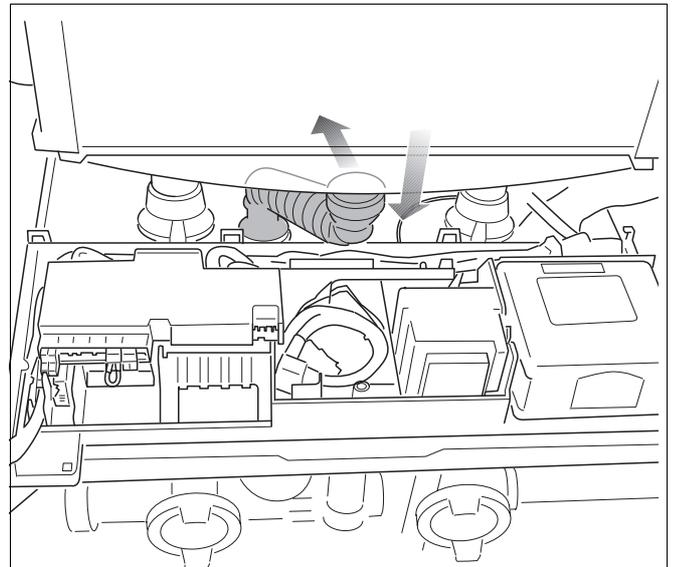

Fig. 118 Rimuovere la coppa di raccolta ondulato
- Staccare il tubo flessibile di scarico condensa e inclinarlo verso la parte posteriore (fig. 118).